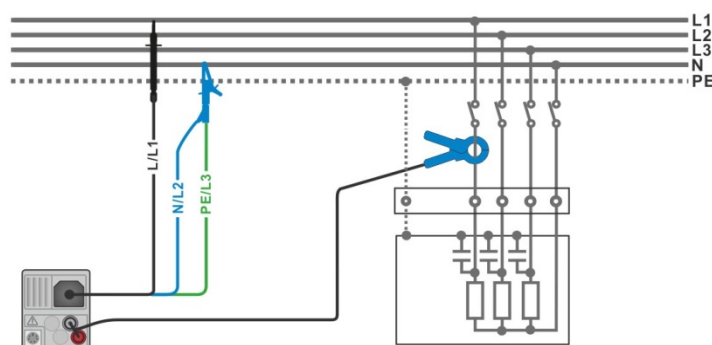

Рисунок 7.62: Измерение гармоник.
- Подсоедините провода для измерения напряжения и токовые клещи к испытываемому объекту (см. **Рисунок 7.62: Измерение гармоник.**)